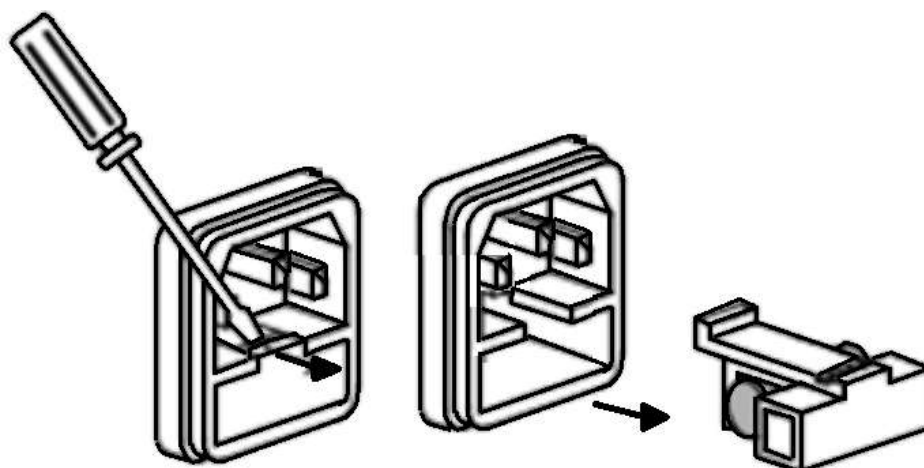

Figure 4.3 Extraction du fusible
Étape 2 : Insérez un petit tournevis à tête plate dans la fente de la boîte à fusibles pour faire glisser la boîte à fusibles vers l'extérieur, comme illustré sur la **figure 4.3**.